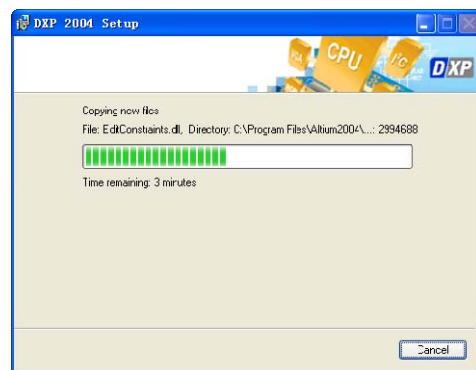

图 1-6 安装进程显示
(6) 单击 **Next >** 按钮进入如图 1-6 所示的窗口。安装进度条会实时显示 Protel 2004 的安装进程。